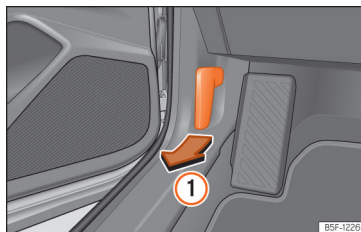

Abb. 218 Entriegelungshebel im Fahrerfußraum.
- Öffnen Sie die Tür und ziehen Sie an dem Hebel unterhalb der Instrumententafel >>> [Abb. 218] ①.